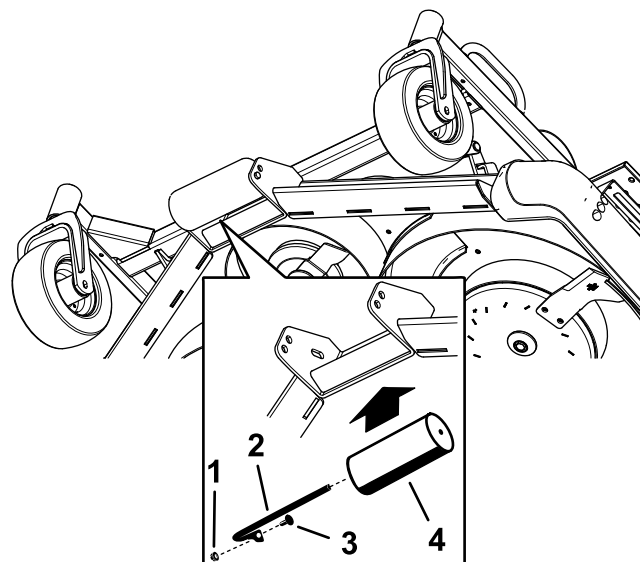

Figure 31
- Placez le galet en face des trous appropriés et fixez l'axe avec le boulon et l'écrou (Figure 31).